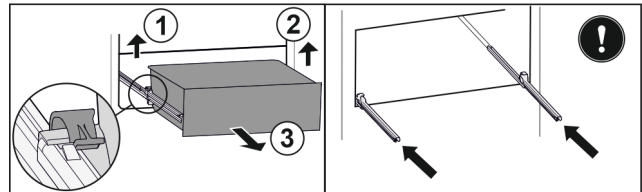

Fig. 158
- ▶ Linke Klemme anheben und gleichzeitig Schubfach links nach vorne ziehen. Fig. 158 (1)
- ▶ Rechte Klemme anheben und gleichzeitig Schubfach rechts nach vorne ziehen. Fig. 158 (2)
- ▶ Schubfach nach vorne entnehmen. Fig. 158 (3)